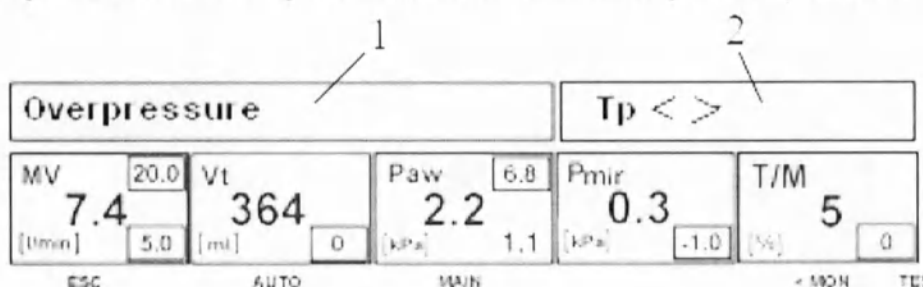

Рис.44
Во время работы может возникнуть большое количество активных состояний тревоги. Тип тревоги, который отображается в поле тревог (1), или в поле предупреждений (2) (рис. 44), с соответствующим цветным фоном в зависимости от степени приоритета, на экране постепенно меняется с периодом прибл. 2 сек, чтобы персонал был информирован о всех видах тревог, причем основное значение будет иметь тревога наибольшего приоритета. Любая новая тревога автоматически отменяет